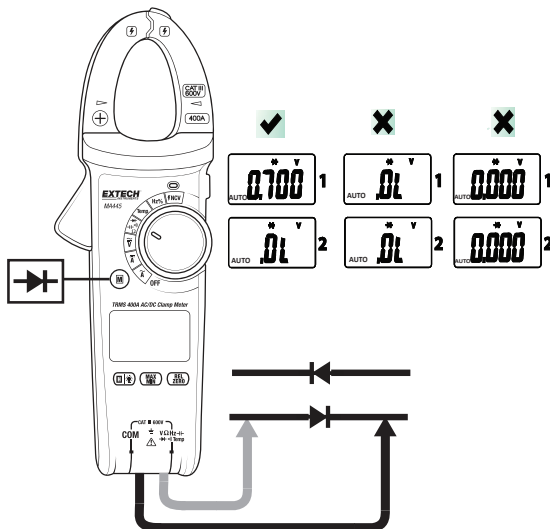

Fig. 10 – Test de la diode
3. Insérez la fiche banane du câble de test noir dans la prise jack négative COM et la fiche banane du câble de test rouge dans la prise jack positive V. Voir Fig. 10.